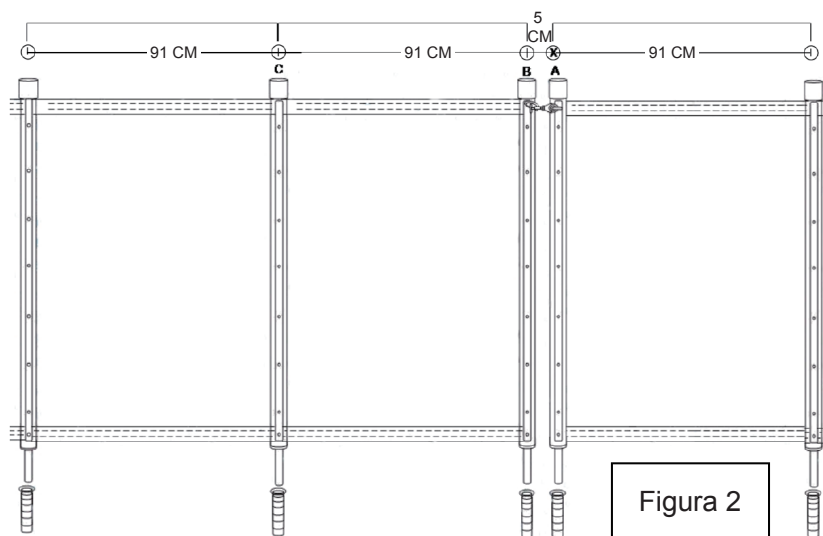

Figura 2
4. Continuare intorno all'intera piscina, praticare tutti i fori utilizzando la dima di foratura come guida. Posizionare il foro "B" segnato sulla dima di foratura sull'ultimo foro praticato. (vedere la figura 2), e poi praticare il foro "C". Ripetere questo passo per ogni 3,7 M (o alla fine di ogni gruppo di recinzione), è inoltre necessario praticare il foro "A" per ospitare il palo dal nuovo gruppo di recinzione.